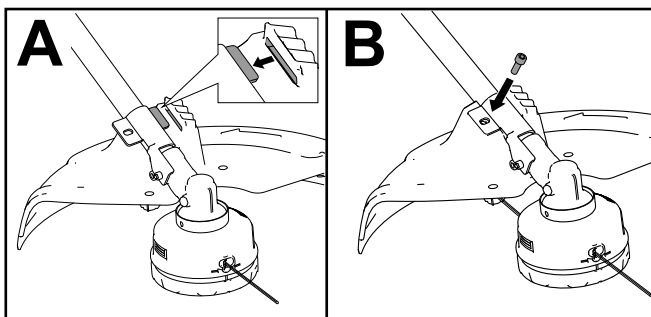

Figura 4
1. Alinee el protector de manera que la pestaña del soporte entre en la ranura (Figura 4, A).
2. Instale y apriete el tornillo Allen para sujetar el protector al soporte (Figura 4, B).